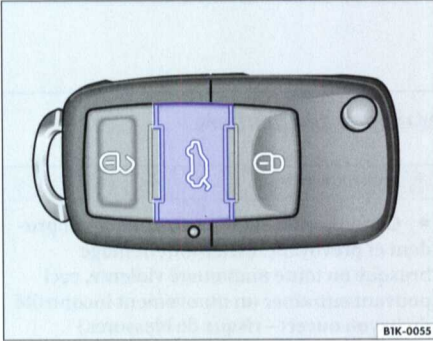

Fig. 27 Clé à radiocommande avec touche de déverrouillage pour le hayon
– Appuyez sur la touche ⇒ fig. 27  de la clé à radiocommande jusqu'à ce que tous les clignotants du véhicule s'allument brièvement. Le hayon est déverrouillé. Ouvrez le hayon dans les 2 minutes qui suivent, sinon il sera de nouveau verrouillé.